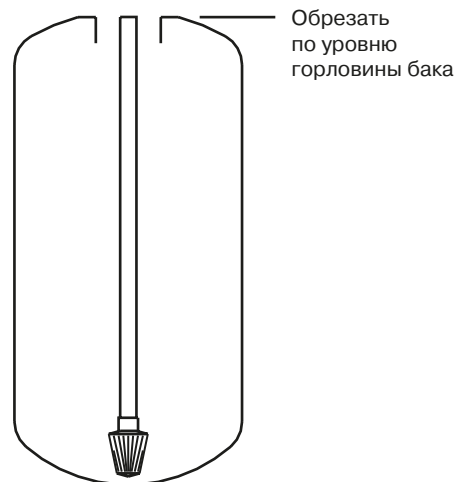

Рис. 2. Обрезка трубы дистрибьютора
2. Установите и отцентрируйте распределительную трубу с нижней корзиной в корпусе установки (рис. 2, 3). **Внимание:** не надавливайте на распределительную трубку во избежание поломки корзины.
3. Обрежьте трубу дистрибьютора в соответствии с рис. 2. При использовании адаптера 4"x2,5" (корпуса с горловиной 4") для установки управляющего клапана указанный размер отсчитывается после установки адаптера.